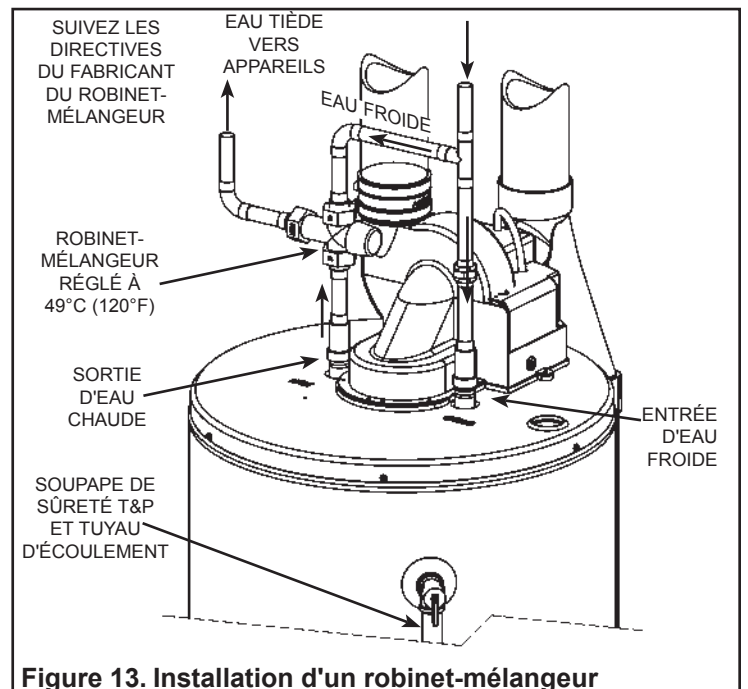

Figure 13. Installation d'un robinet-mélangeur
3. Le fabricant de ce chauffe-eau suggère la pose d'un robinet-mélangeur sur le tuyau d'alimentation en eau chaude, comme illustré à la Figure 13. Ce type de robinet abaisse la température de l'eau chaude dans tout le réseau d'alimentation en mélangeant de l'eau froide avec l'eau chaude provenant du chauffe-eau. Contactez un plombier licencié ou l'autorité compétente locale en matière de plomberie.